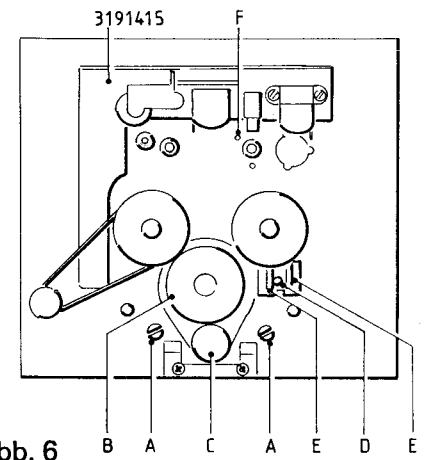

Abb. 6
- f) Die zwei Zylinderschrauben "A" (Abb. 6) lösen. Dabei die zwei Distanzbuchsen (Klemmhülse 3019445) zwischen der Montageplatte hinten und dem Wickelantrieb entfernen.
- a) Die Unterkante des Kopfschlittens (3191415) soll in elektrisch angezogenem Zustand das darunterliegende Loch ("F") zur Hälfte zudecken (Abb. 6)